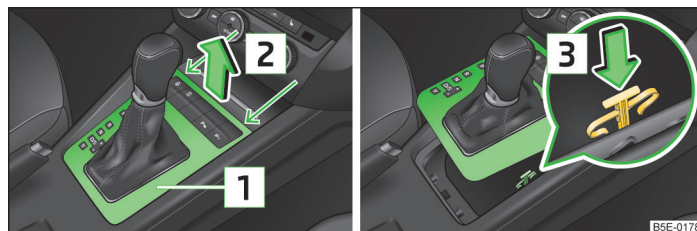

Fig. 212 Sbloccaggio di emergenza della leva selettore
- Afferrare il coperchio nell'area **1** e sollevarlo con cautela nella direzione indicata dalla freccia **2** dapprima in avanti e poi indietro » fig. 212.